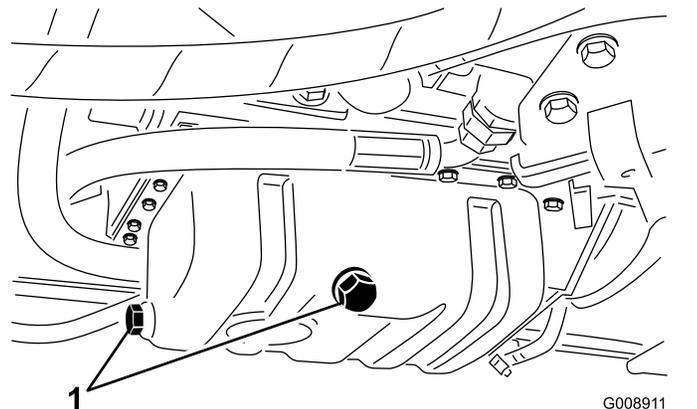

图63
1. 拆下任一排油塞 图63 让油流入放油盘当油停止流动时安装排油塞。